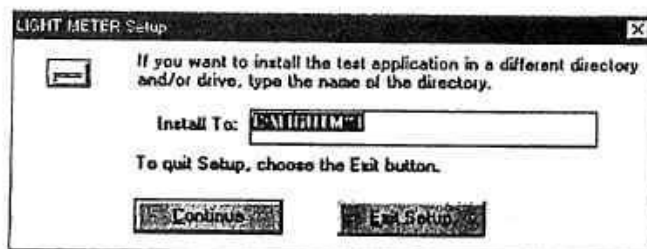

図 5
③「OK」ボタンをクリックすると「LIGHT METERセッアップ」ダイアログボックス（図5）が表示されます。
④「Continue」ボタンをクリックして下さい。